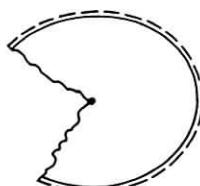

Fig.11a
- Si la figure 11b apparaît, régler U656 à l'aide de la clé 15 jusqu'à ce que la figure 11a soit obtenue.
- Si la figure 11c apparaît, régler d'abord R25 de U660 à l'aide de la clé 10 jusqu'à ce que la figure 11b apparaisse, régler ensuite avec la clé 15 U656 jusqu'à obtenir la figure 11a.
- Erhält man Fig. 11b, ist U656 mit Trimmschlüssel 15 so abzugleichen, dass Fig. 11a entsteht.
- Erhält man Fig. 11c, ist R25 von U660 mit Trimmschlüssel 10 so abzugleichen, dass Fig. 11b entsteht und alsdann U656 mit Trimmschlüssel 15 abgleichen, dass Fig. 11a entsteht.